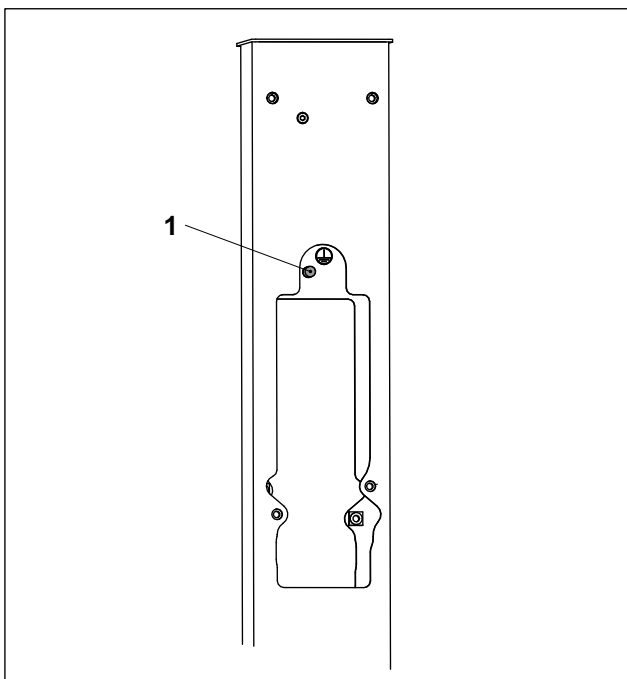

Fig. 4 Collegamento del sistema di protezione equipotenziale
3. Collegare il conduttore di terra al bullone di messa a terra (fig. 4/1) (sistema di protezione equipotenziale) della colonna. Ordine di montaggio: rosetta di contatto, rondella, capocorda/cavo, rondella, anello elastico, dado. Coppia di serraggio 12 Nm.